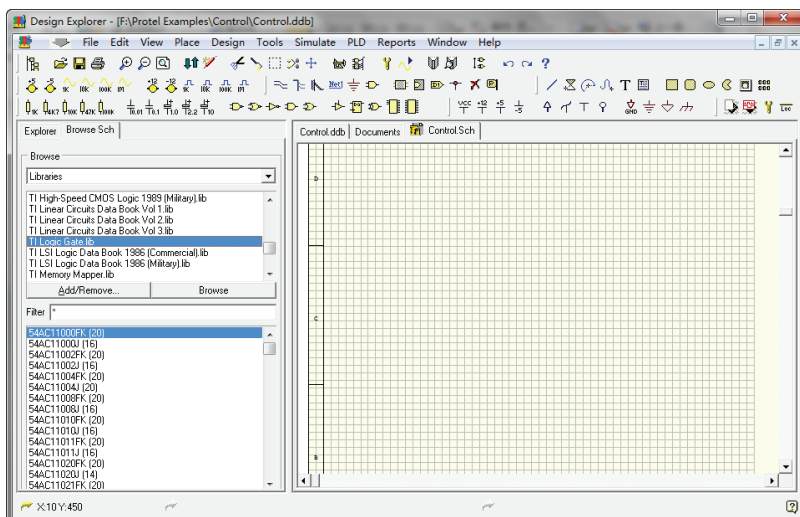

图 2-17 添加了元器件库后的设计管理器
3) 单击“OK”按钮，完成该元器件库的添加。将所需要的元器件库添加到当前编辑环境下后，元器件库的详细列表将显示在设计管理器中，如图 2-17 所示。